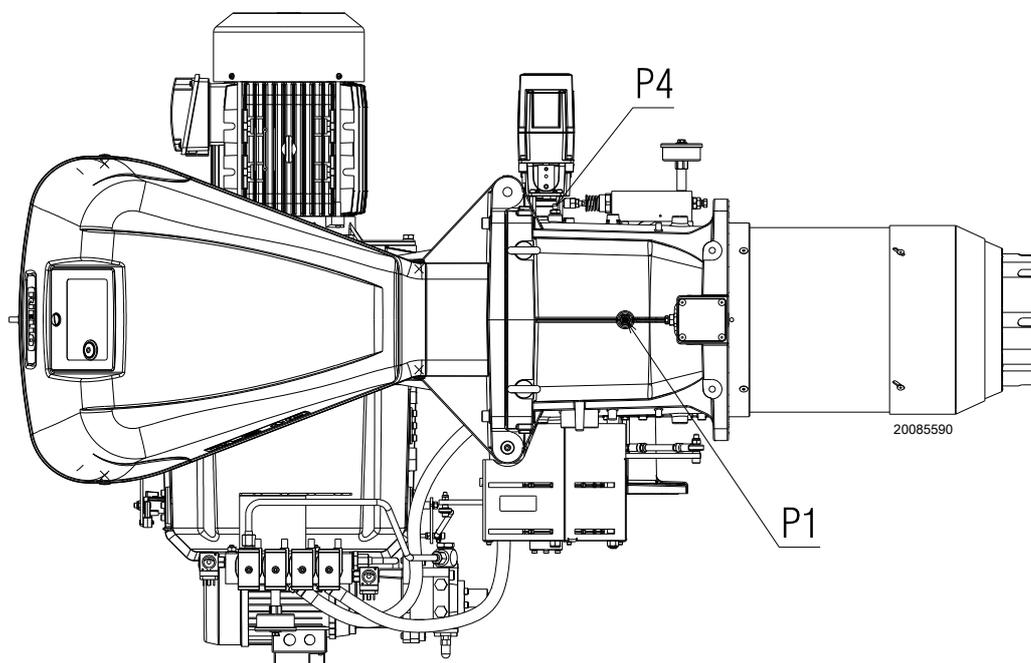

图 28
测试点 P1)( 图 28) 处测得的燃气压力，此时：
- 用测试点 P1)( 图 28) 测得的燃气压力减去炉膛压力。
$$\begin{aligned} \text{测试点 P1)( 图 28) 处燃气压力} &= 29.4 \text{ mbar} \\ \text{炉膛压力} &= 5 \text{ mbar} \\ 29.4 - 5 &= 24.4 \text{ mbar} \end{aligned}$$
计算测试点 P1)( 图 28) 处所需燃气压力，将燃烧器以最大出力运行：
- 读出右边栏 1 所示测试点 P1)( 图 28) 压力。
测试点 P1)( 图 28) 处所需燃气压力。